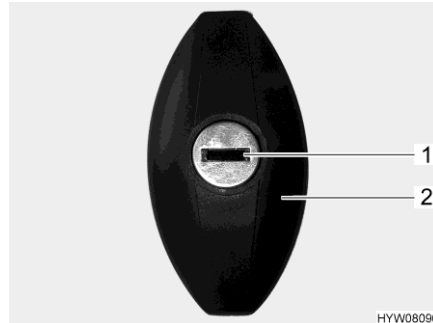

Fig. 39 Cerradura de la trampilla
- Introducir la llave en el cilindro de cierre (Fig. 39,1) y girarla media vuelta en sentido contrario a las agujas del reloj. El asidero de la cerradura (Fig. 39,2) se abre de golpe.